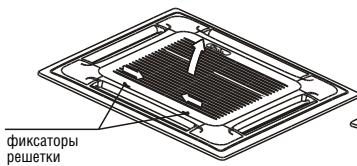

Рис. 9
- a) Одновременно сдвиньте два фиксатора решетки к центру, а потом потяните вверх (рис. 9).